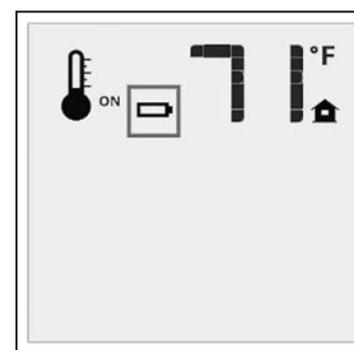

Figure 16: Batterie faible
**Émetteur :** La durée de vie des piles de la télécommande dépend de différents facteurs : qualité des piles utilisées, nombre d'allumages de l'appareil, nombre de changements de consigne du thermostat d'ambiance... Lorsque les piles de l'émetteur sont faibles, un Battery L'icône apparaîtra sur l'écran LCD de l'émetteur (voir Figure 16) avant que toute la puissance de la batterie ne soit perdue. Lorsque les piles sont remplacées, cette icône disparaît.